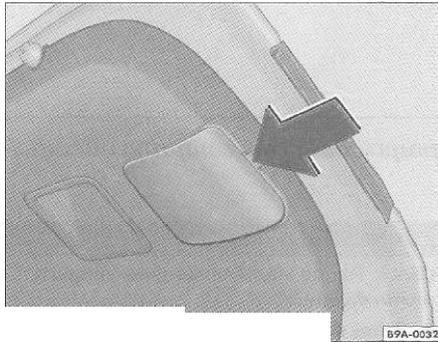

Fig. 133 Na tampa do compartimento de bagagem: cobertura de acesso à lâmpada
- Remova a cobertura localizada no revestimento da tampa do compartimento de bagagem => Fig. 133 -seta-, com o auxílio de uma chave de fenda, para acesso ao soquete da lâmpada.